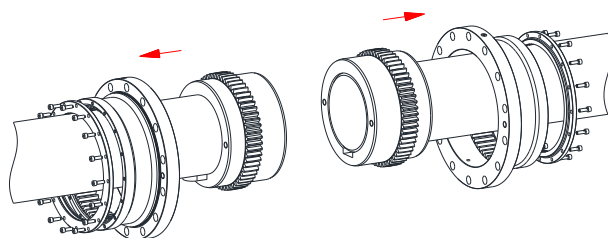

Bild 35
- Skjut på hylsorna långt över naven och lägg av dessa på axeländarna (se bild 35).